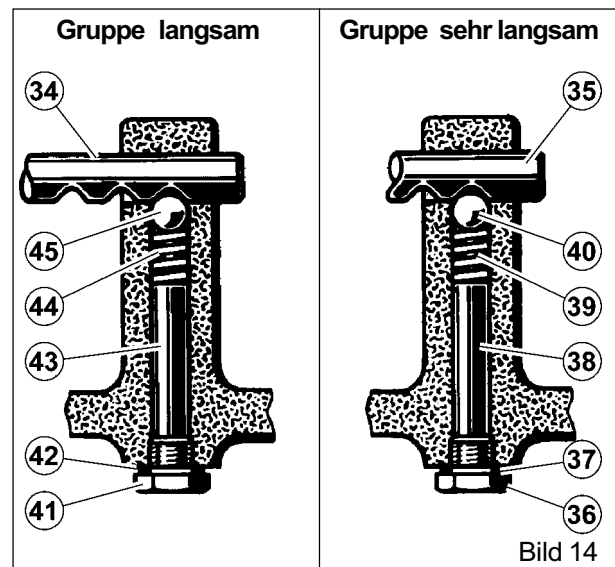

Bild 14
- Die Schrauben (36) und (41) mit den Dichtungen (37) und (42) entfernen (Bild 14).
- Die Stange (38), die Feder (39) und die Kugel (40) mit dem Werkzeug 8540 ausbauen (Bild 14). Die Stange (43), die Feder (44) und die Kugel (45) ausbauen.